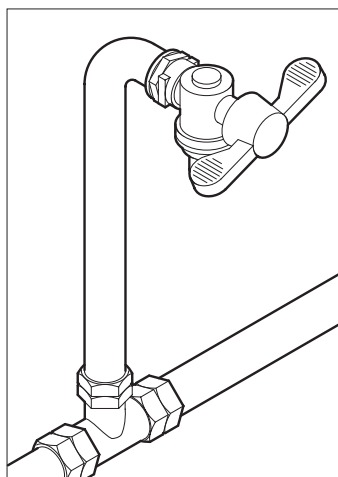

Fig. 6.3
- Installare, se non fosse presente, un rubinetto in posizione accessibile per isolare l'apparecchio dalla rete idrica qualora se ne riscontrasse la necessità (Fig.6.3).